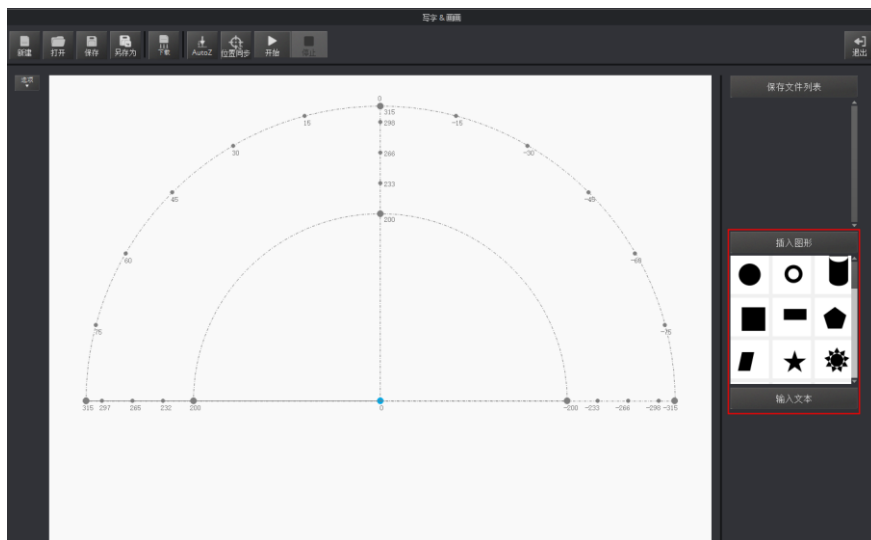

图 5.44 插入系统自带的图形文件
- 在“写字 & 画画”页面右下方的“插入图形”单击选择系统自带的图形文件。如图 5.44所示。